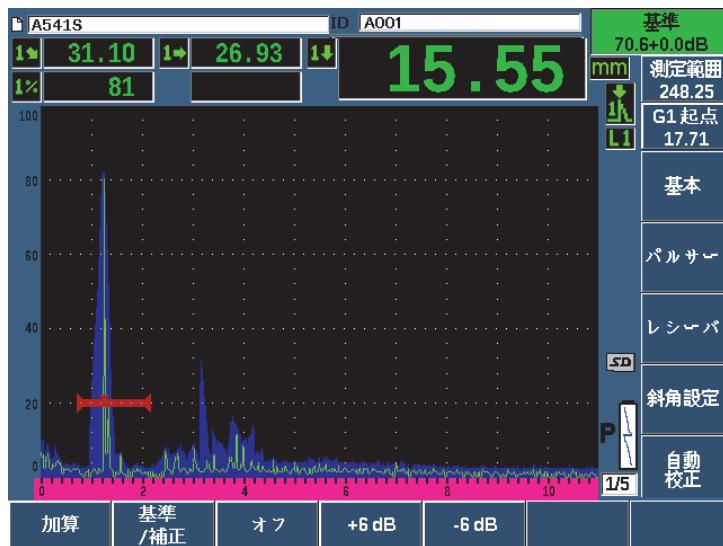

図 9-25 基準ゲインの設定
5. 基準ゲイン（基準）が有効になつたら、補正ゲインの調整を行うため追加、基準 / 補正、+6 dB、-6 dB、オフパラメータを使用します（189 ページの図 9-25 参照）。これらの機能に関する詳しい情報については、118 ページの「基準ゲインおよび補正ゲインの設定」を参照してください。